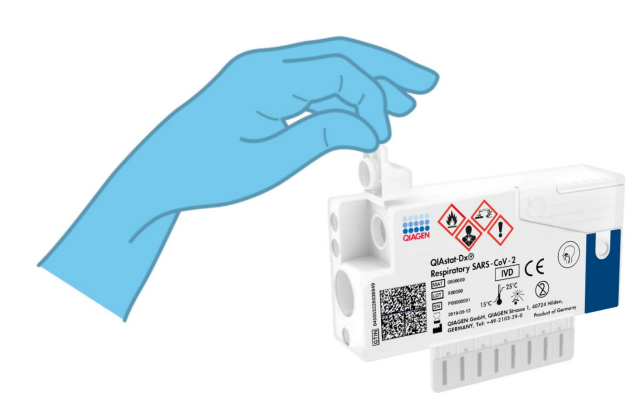

Figure 7. Ouverture du couvercle du port d'introduction des écouvillons.
- Ouvrir le couvercle du port d'introduction des écouvillons situé sur la gauche de la QIAstat-Dx Respiratory SARS-CoV-2 Panel Cartridge (Figure 7).